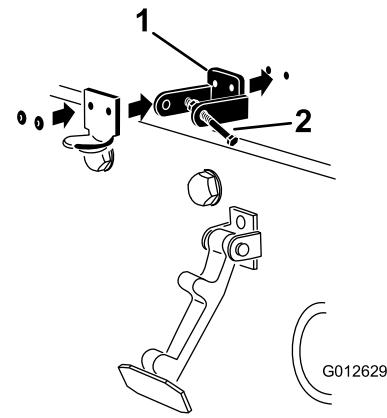

Figure 16
Remarque: Le support de loquet doit être appuyé contre le capot (Figure 16). Ne retirez pas le boulon et l'écrou du bras du support de loquet.
- Rivez les supports et les rondelles sur le capot (Figure 16).